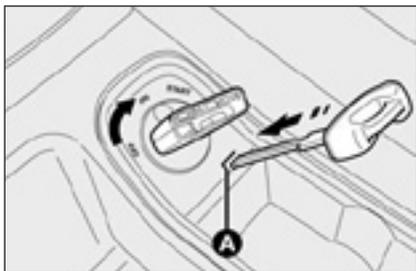

рис. 1
**ВАЖНО** Если ключ зажигания невозможно повернуть в положение **ВКЛЮЧЕНО**, то извлеките резервный ключ, установите его в паз **A** - **рис. 1** для разблокирования замка зажигания; затем, поверните ключ в положение **ВКЛЮЧЕНО** и следуйте процедуре запуска. Свяжитесь с официальным дилером Fiat.
**ВАЖНО** Если ключ зажигания невозможно повернуть в положение **ВКЛЮЧЕНО**, то извлеките запасной ключ, установите его в паз А - рис. 1 для разблокирования замка зажигания; затем, поверните ключ в положение **ВКЛЮЧЕНО** и следуйте процедуре запуска. Свяжитесь с официальным дилером Fiat.